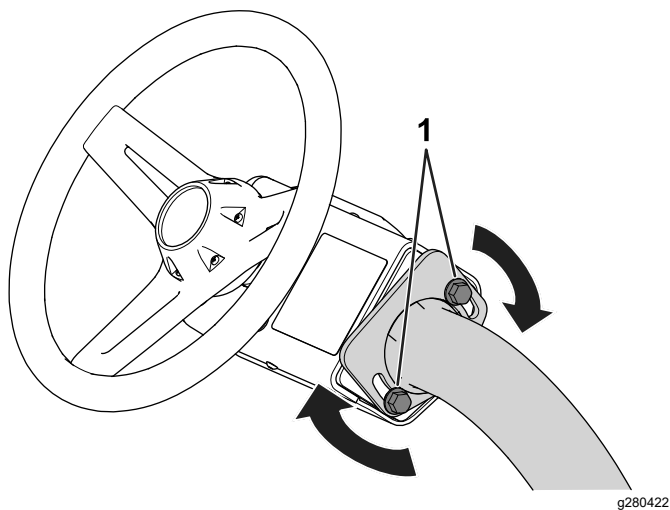

Figure 36
1. Desserrez les boulons (Figure 36) qui fixent le volant au bras de direction.
3. Resserrez les boulons (Figure 36) pour bloquer le volant à la position choisie.